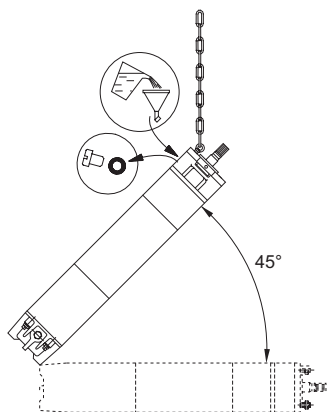

Fig. 4 Posição do motor durante o enchimento – MMS
1. Colocar o motor num ângulo de  $45^{\circ}$  com o topo do motor para cima, ver fig. 4.